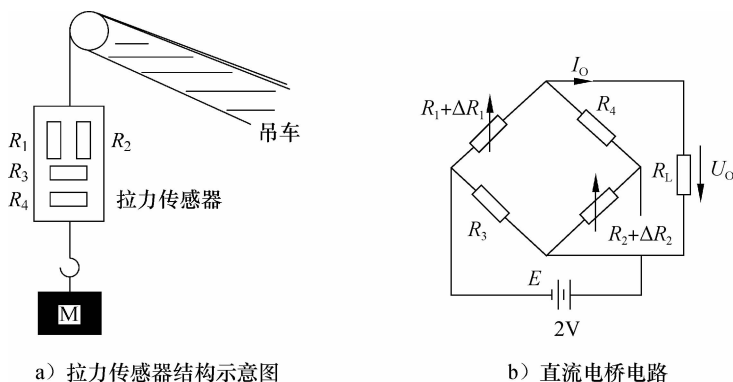

图 14-30 题图及解图
2. 有一吊车的拉力传感器如图 14-30 所示, 其中电阻应变片 R_1 、 R_2 、 R_3 、 R_4 贴在等截面轴上。已知标称阻值 $R_1 = R_2 = R_3 = R_4 = 120\Omega$, 桥路电压为 $2V$, 物重 M 引起变化增量 $\Delta R = 1.2\Omega$ 。请完成以下内容: